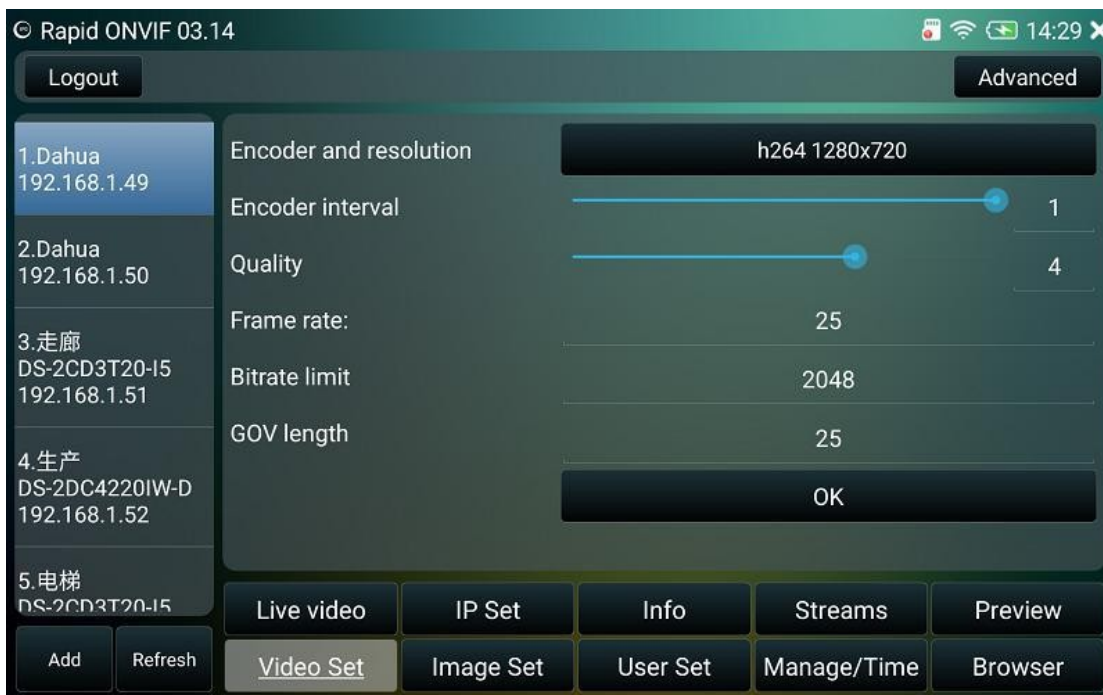

Рисунок 25
5) Настройка видео, нажмите кнопку «Настройка видео», чтобы войти в интерфейс настройки видеопотока, вы можете установить параметры «Кодировщик и разрешение», «Интервал кодирования», «Качество», «Частота кадров», «Ограничение скорости передачи данных», «Длина GOV». , после настройки коснитесь ОК, чтобы применить настройки, как показано на рис. 25.